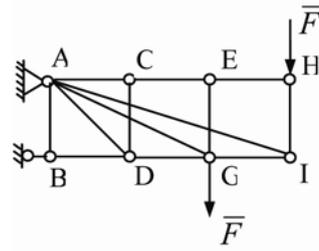

图 3-2
2. 求图 3-2 所示桁架中杆 HI、EG、AC 的内力、A、B 处的约束力。